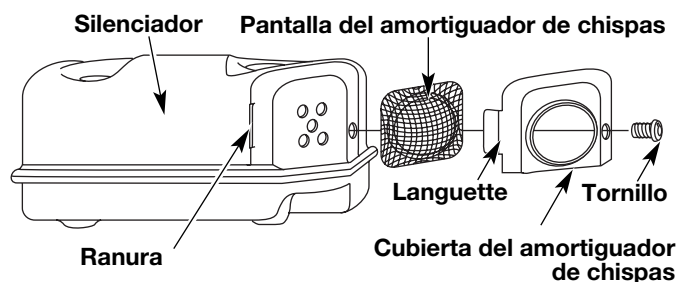

Fig. 40
2. Con un destornillador de vástago plano o broca Torx T20, saque el tornillo que conecta la cubierta del amortiguador de chispas al silenciador (Fig. 40).